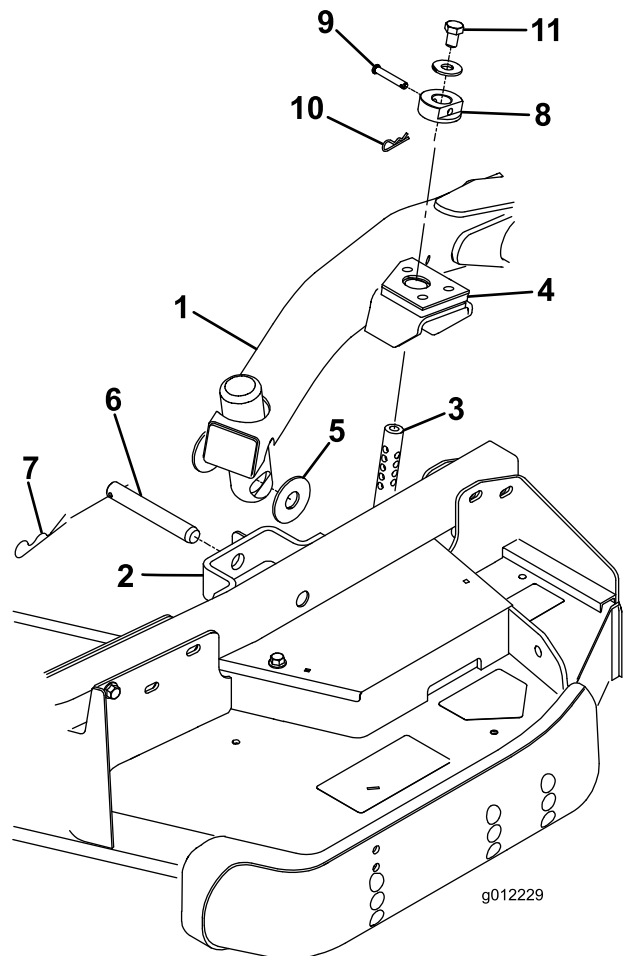

Figura 23
- Mueva la palanca de elevación a la posición Flotar. Empuje hacia abajo uno de los brazos de elevación hasta que los taladros del brazo de elevación estén alineados con los taladros del soporte del brazo de la rueda giratoria y pueda introducirse la varilla de ajuste de la altura de corte en los alojamientos del brazo de elevación (Figura 23).
- Fije el brazo de elevación al brazo de la rueda giratoria con (2) arandelas de empuje, un pasador y un pasador de horquilla. Coloque las arandelas de empuje entre el brazo de elevación y el soporte del brazo de la rueda giratoria (Figura 23). Introduzca el extremo del pasador de horquilla en la ranura de la pestaña del brazo de la rueda giratoria para retener el pasador.
9. Instale los collares de ajuste de la altura de corte sobre las varillas de ajuste de la altura de corte y fíjelos con los pasadores y los pasadores de horquilla (Figura 23). Oriente la cabeza del pasador hacia la parte delantera de la carcasa.
10. Instale un perno de 1/2 x 3/4 pulgada y una arandela en la parte superior de cada varilla de ajuste de la altura de corte (Figura 23).